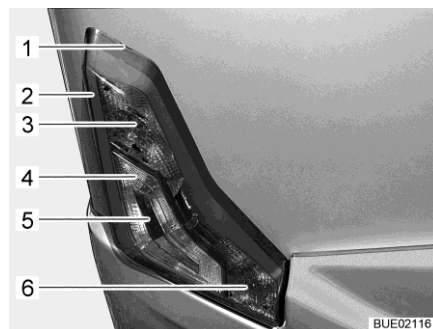

Fig. 296 Luces traseras
- Insertar una herramienta plana en la entalladura (Fig. 296,1) y desmontar la carcasa usando la herramienta con precaución como palanca.